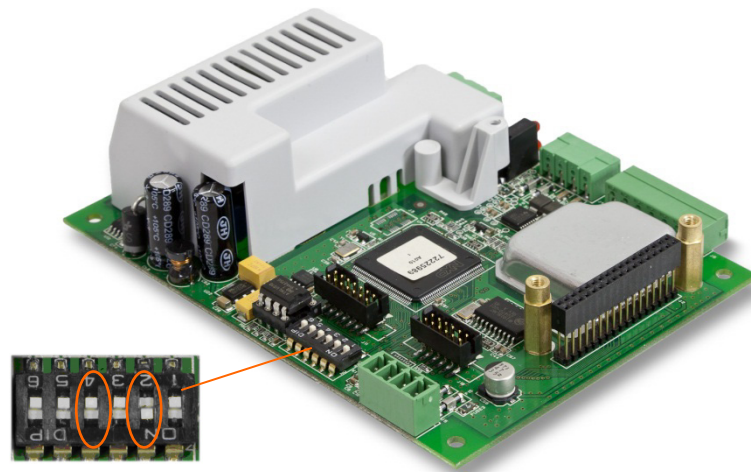

Figure 4-9 : Commutateurs SW1-2 et SW1-4
2. Placez le commutateur SW1-2 en position Marche (voir la Figure 4-9).
- La position de SW1-4 (voir également la Figure 4-9) détermine si les données EEPROM ayant une signification métrologique pour le calibrage de la balance sont réinitialisées lorsqu'une réinitialisation globale est effectuée. Le commutateur SW1-4 doit être sur Marche pour pouvoir réinitialiser les données EEPROM. Si SW1-4 est sur Arrêt, les données EEPROM **ne sont pas** affectées par une réinitialisation globale.